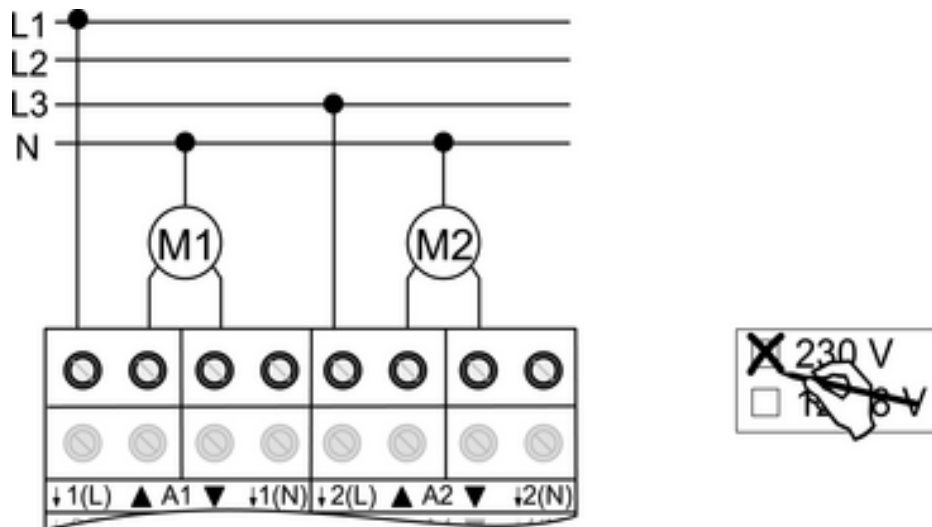

Рисунок 6
- Подключить двигатели (рисунок 6).
- Указать применение **230 V** на этикетке (рисунок 6).
- i Подключения нулевых проводов (14) предназначены только для определения времени движения и не обеспечивают нулевой потенциал.